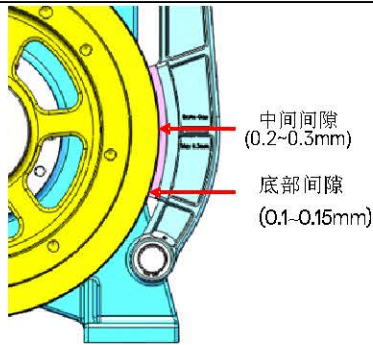

图 8-2
2) 电磁铁线圈通电, 打开制动器, 用塞尺检测制动间隙的大小, 见图 8-2: